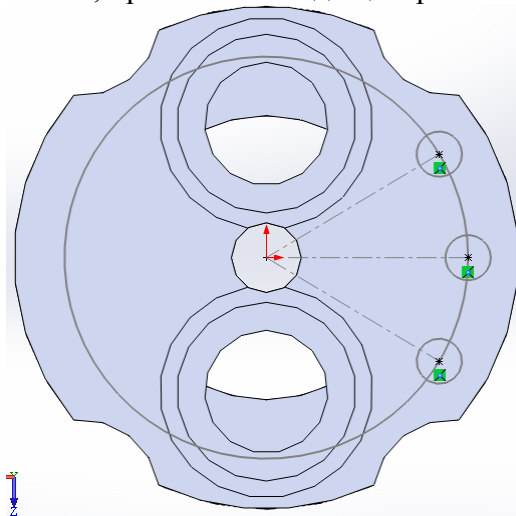

Рис.17. Створення додаткових точок
13. Спочатку створимо точки за допомогою інструменту . Використовуючи взаємозв'язок "СОВПАДЕНИЕ", прив'яжемо їх до центрів кіл (Рис.17)